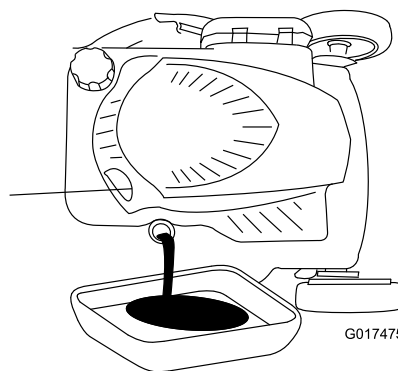

Figure 38
3. Inclinez la machine sur le côté (jauge en bas) pour vidanger l'huile usagée par le goulot de remplissage (Figure 38).